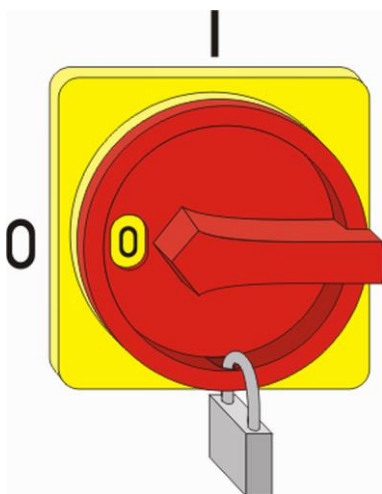

Рис. 3: Предохранение главного выключателя
2. Предохраните главный выключатель при помощи замка (Рис. 3).